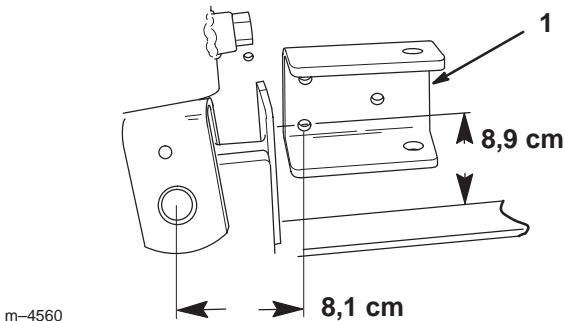

Figura 4
- Allineate la staffa della barra laterale, come illustrato nella Figura 4, e contrassegnate il centro dei tre fori (all'occorrenza, regolate leggermente la posizione della staffa in modo che la stessa e la contropiastra non intralcino i gruppi saldati del trattore).